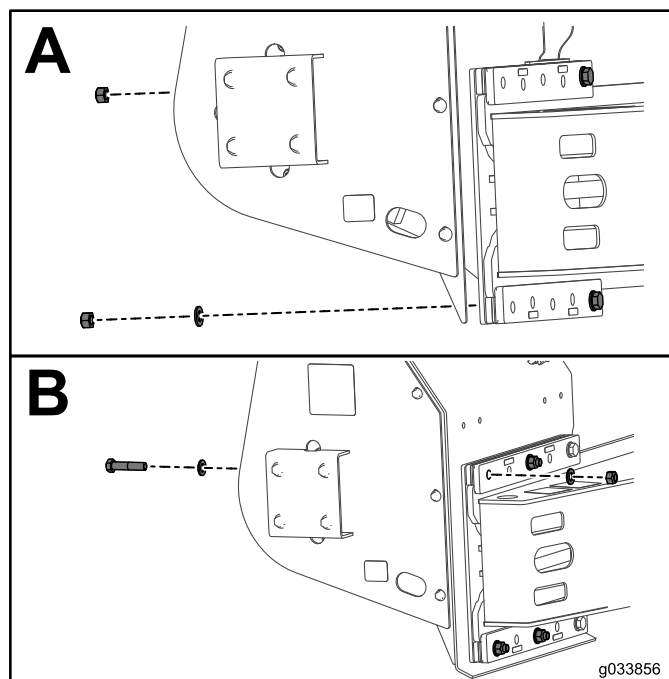

**Figure 4**
7. Placez les plaques entretoises supérieure et inférieure sur la plaque de montage coulissant et maintenez-les en position à l'aide de 2 boulons (3/4 x 4 po) et 2 rondelles, comme illustré à la Figure 4.